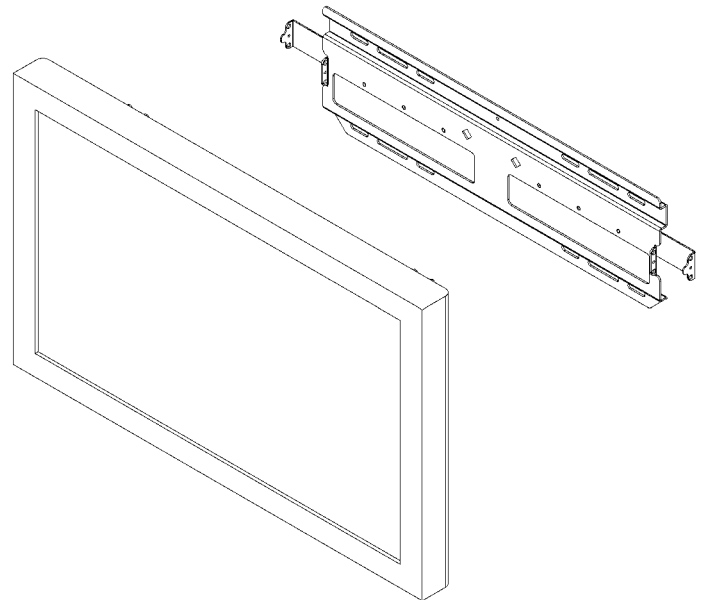

Figure 11. Désinstaller l'écran
2. Faites glisser les verrouillages de sécurité sur les deux côtés pour désengager l'écran de la plaque murale (voir figure 11).
3. Avec l'aide d'une autre personne, soulevez l'écran et sortez-le de la plaque murale (voir figure 11) pour dégager l'écran du mur.